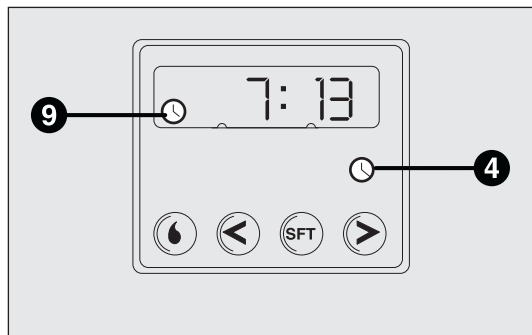

fig. 57
- Premere il pulsante 4: si accenderà il display e la spia 9-fig. 57;
### Letture dell'ora corrente fig. 57